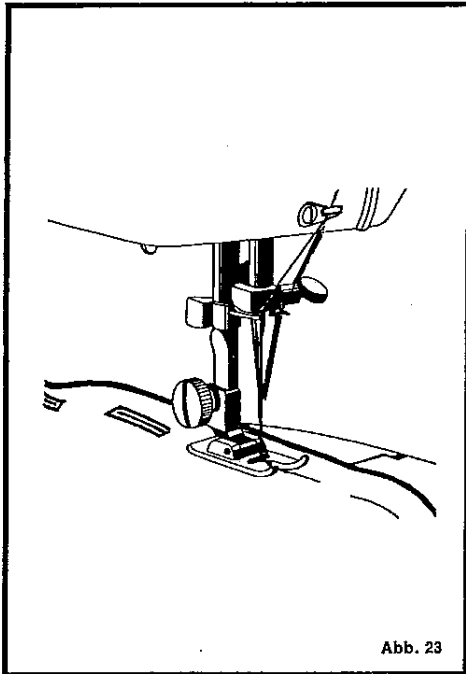

Abb. 23
bei der Maschine in Zickzack-Ausführung – 44 mit und ohne Baumwoll-Einlauffaden Knopflochfuß (Plastik) einsetzen (Abb. 23). Länge und Lage des Knopfloches z. B. mit Kreide auf den Stoff zeichnen. Stichlagenschaltknopf auf links stellen (L). Stichbreite auf Raste 2 stellen (siehe Seite 13). Stichlänge so einstellen, daß die Stiche dicht beieinander liegen (etwa bei 0,2 mm). Stoff mit vorgezeichnetem Knopfloch unter den Nähfuß legen.